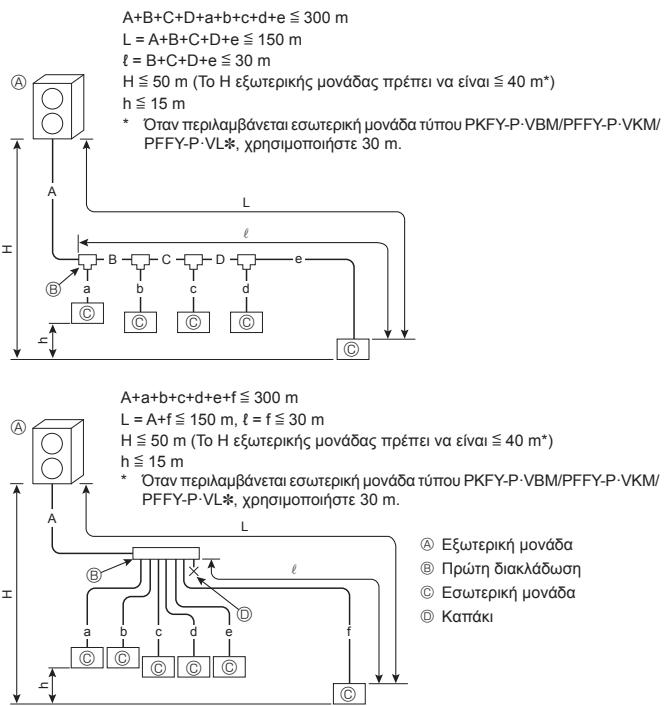

Fig. 4-1
4.2.1. Σύνδεση χωρίς κουτί διακλάδωσης (Fig. 4-1)